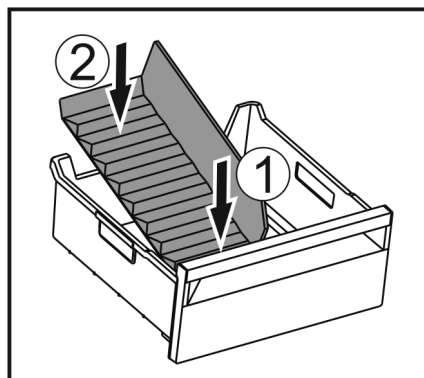

Fig. 146
- ▶ Inserire la parte anteriore del divisore dello scomparto del ghiaccio. Fig. 146 (1)
- ▶ Abbassare la parte posteriore del divisore dello scomparto del ghiaccio fino al fondo del cassetto. Fig. 146 (2)